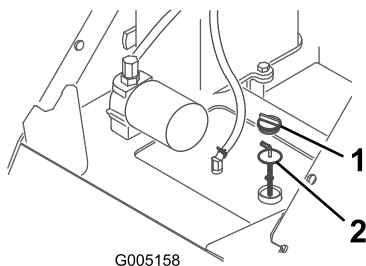

図 37
4. 油圧オイルタンクの注油口の周囲をきれいに拭く 図 37。
5. 油圧タンクの補給管のキャップを外し、ディップスティックで油量を点検する 図 37。